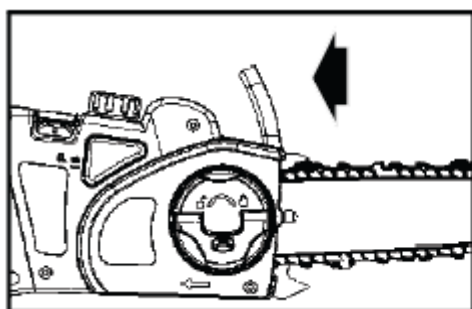

Fig. 6A
1. Assurez-vous que le frein de chaîne est désengagé. Le moteur ne démarrera pas si le frein de chaîne est en position engagée. Désengagez le frein de chaîne en tirant vers l'arrière vers le moteur (Fig. 6A).